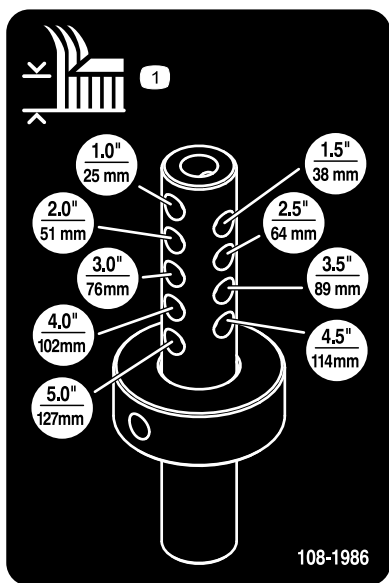

Figure 10
6. Alignez la bague de hauteur de coupe avec les trous corrects de la tige de réglage de hauteur de coupe (Figure 10).